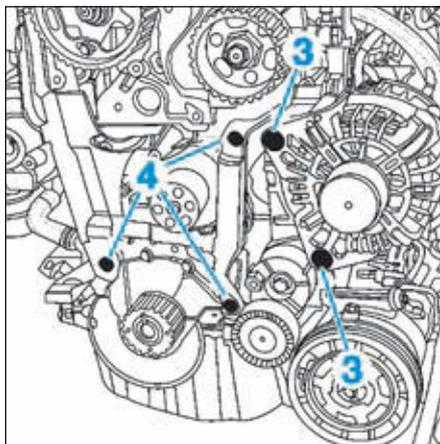

FIG.28
- Déposer les vis de fixation (3) de l'alternateur et l'incliner légèrement vers l'avant du véhicule (Fig.28).
- Déposer les vis (4) et le carter intérieur de distribution.